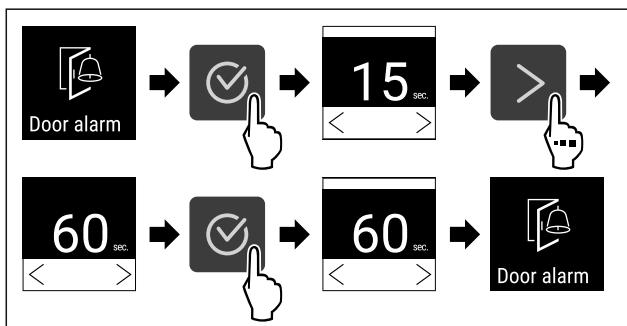

Fig. 104
- ▶ Изпълнете стъпките (виж Fig. 104).